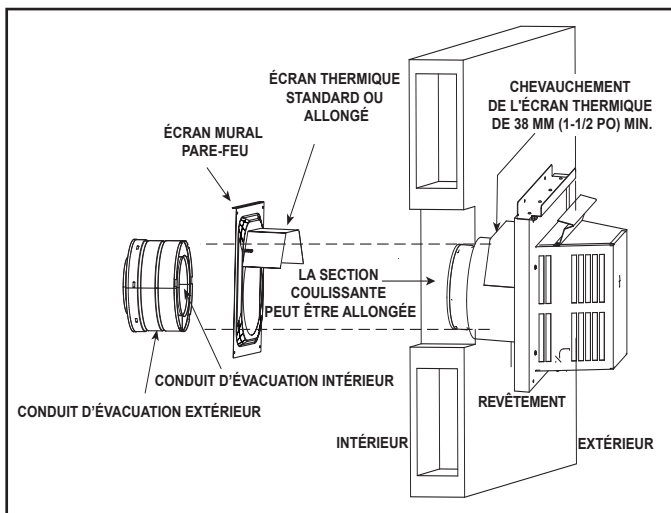

Figure 7.15 Conduit traversant le mur
- **NE PAS** enlever les écrans thermiques fixés à l'écran pare-feu du mur et au chapeau de l'extrémité (présenté à la figure 7.15).
L'écran thermique est en deux parties. L'une des parties a été fixée à l'écran mural pare-feu lors de la fabrication. L'autre partie a été fixée au chapeau de l'extrémité lors de la fabrication. Voir la figure 7.15.